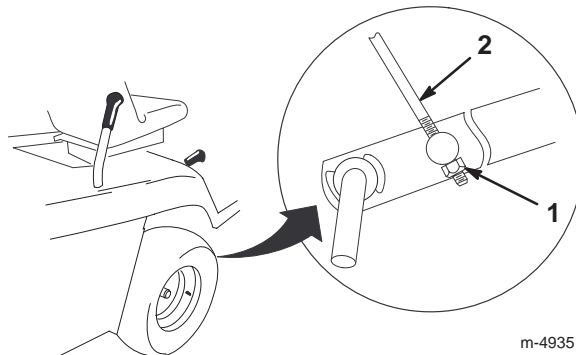

Figure 38
9. Réglez le contre-écrou M8 à l'extrémité de l'ensemble tige de réglage de hauteur jusqu'à ce que la tige soit légèrement tendue (Fig. 38).